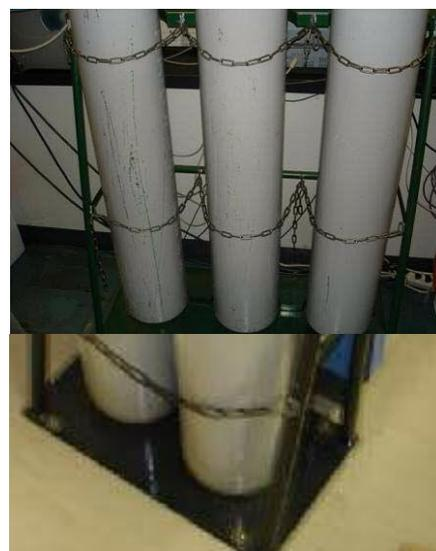

図 1.5.3 ボンベの固定方法
- ① ボンベは直射日光、火気を避け、-15℃以上 40℃以下で保管する。暖房器具からの輻射熱にも充分気を配る。可燃物を周囲に堆積させない。
- ② 電流の流れている電線、電池、又はアース等の近くにボンベを置くと、ボンベに穴が空いて大事故になることがあるから充分注意する。また腐食性薬品との接触を避け、湿度の高い部屋に設置しない。
- ③ ボンベの設置に当たっては、転倒を防ぐため、図1.5.3に示すように必ず上下 2 箇所固定する。当然、ボンベ立てもアンカー打ちにより床もしくは壁に固定されている必要がある。なお、容器は立てて使用するのがよい。液化ガス及びアセチレンの容器は必ず立てて使用しなければならない。
④ガス漏れ(安全弁の自然作動を含む)に対して爆発, 中毒の危険がないように, 室内の換気には充分に配慮し, 石鹼水等を用いて時々ガス漏れの有無を調べる。